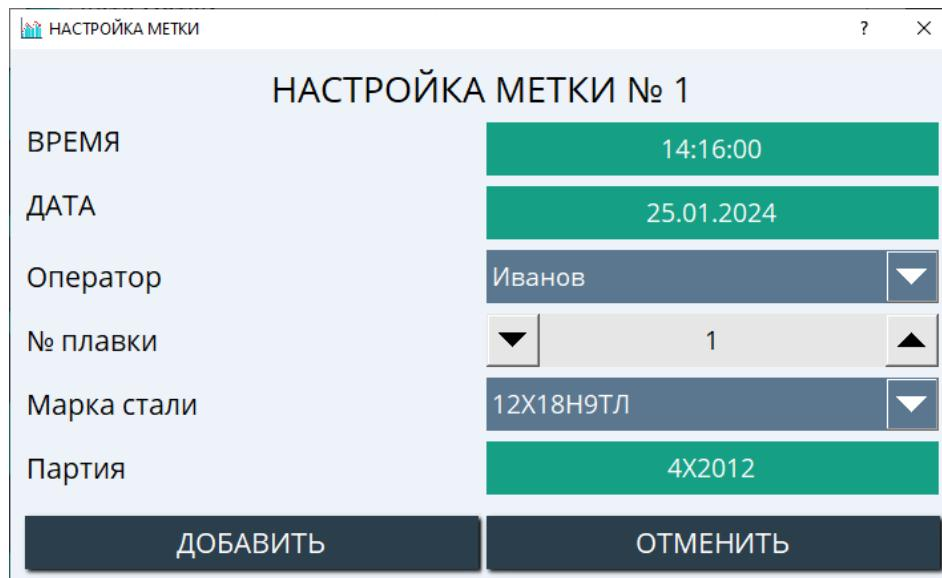

Рисунок 2.71 – Настройка метки
2.7.1 «ДОБАВИТЬ». Данная настройка позволяет создавать новую метку (рис. 2.71).